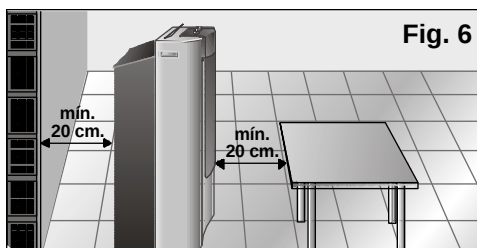

Fig. 6
- ☐ Per sicurezza, prima di collegare il vostro apparecchio è necessario che sia lontano almeno 20 cm da qualsiasi superficie vicina, **Fig. 6**.